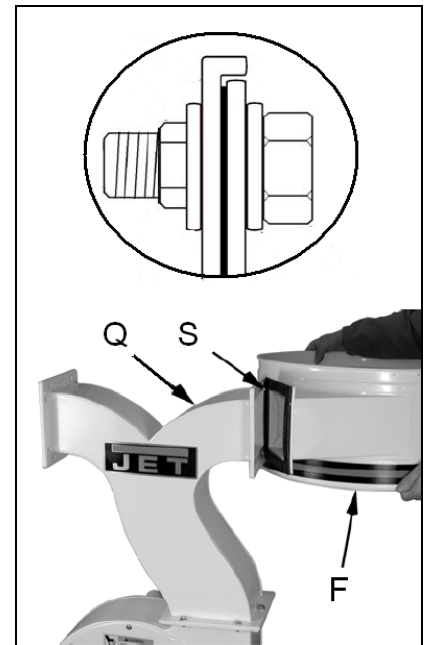

Fig 5
Platzieren Sie eine obere Dichtung (S, Fig 5) und montieren Sie das Sackgehäuse (F) mit Sechskantschrauben, Scheiben und Muttern.